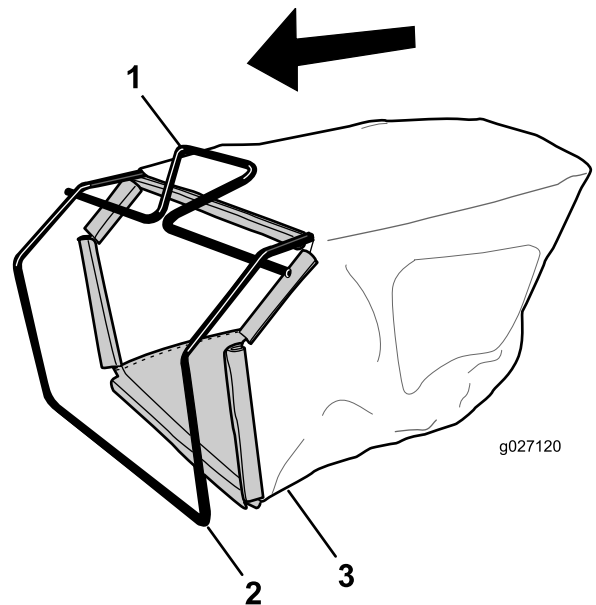

図 7
1. 図 7 に示すように、フレームにバッグを取り付ける。
- 注** ハンドルにバッグを被せないでください 図 7。